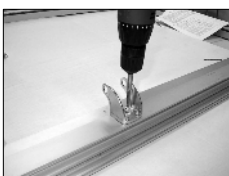

Fig. 3
- C. Perfore con una punta de taladro apropiada el marco y monte el estribo porta-motor asegurándose de apretar bien los tornillos (Fig. 3 y Fig. 3bis).
Fig. 3 bis